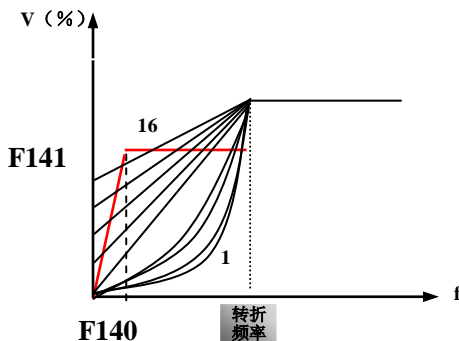

图 5-3 转矩提升示意图
- 如图 5-3 所示，当 F137=0 时，VF 曲线补偿量=Max (F138, F141)；